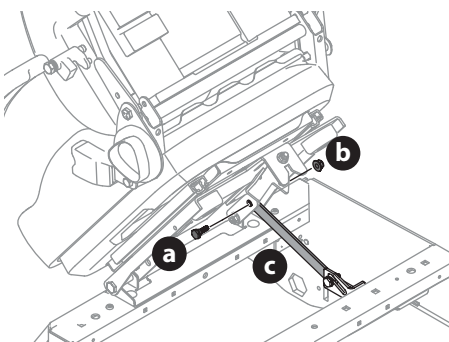

Fig. 9
3. Saque el tornillo con reborde (a) y la tuerca de seguridad bridadada (b) de la bolsa del manual e instale la ménsula de traba del asiento (c) (Fig. 9).